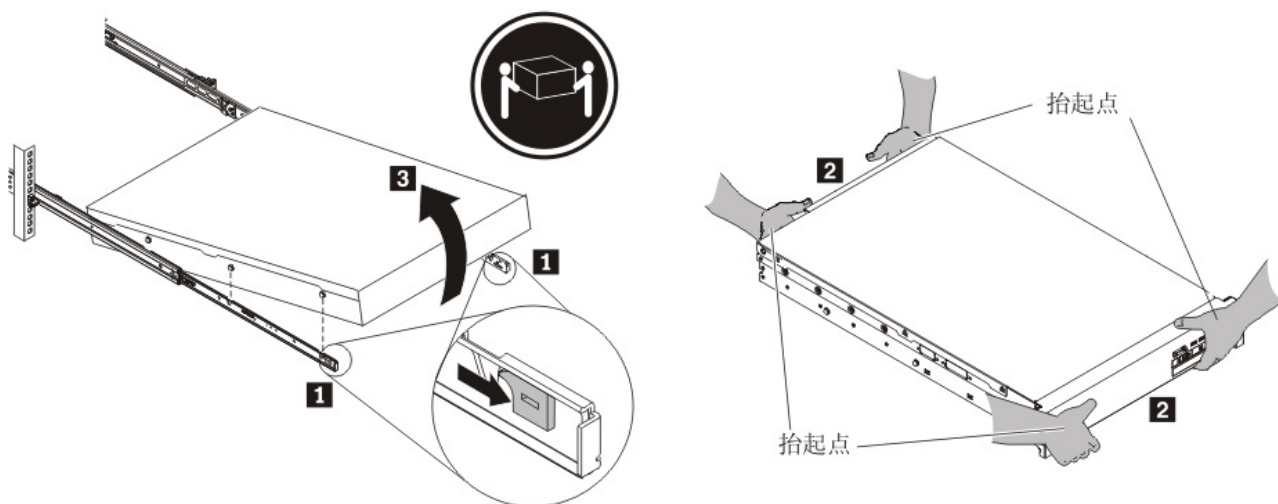

图 29. 松开并旋转设备前部
注: 确保由两个人抬起设备，手的操作位置如第 62 页的图 29 中的 **2** 所示。
1. 松开并旋转设备前部，如第 62 页的图 29 所示。